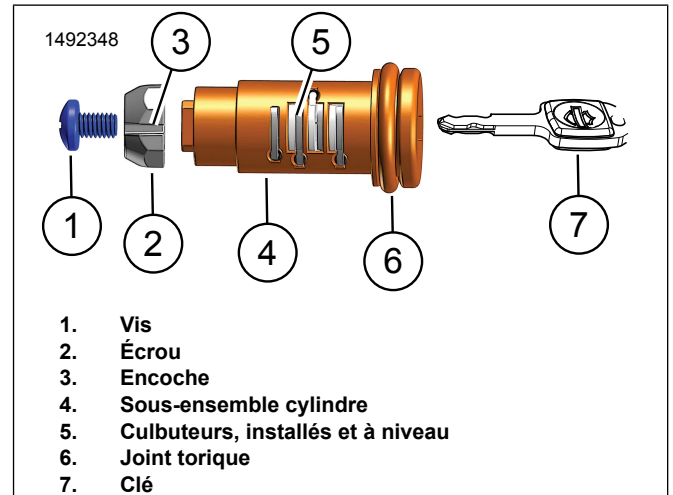

Figure 5. Ensemble verrou assemblé
- Figure 5 Installer la vis (1) et l'écrou (2) sur le sous-ensemble cylindre (4).
- L'encoche (3) sur l'écrou (2) doit coïncider avec le côté (A) du cylindre.
- Figure 5 Retirer le joint torique (6) de l'ensemble cylindre (4).
- Figure 5 En maintenant les culbuteurs en place, installer la clé dans le sous-ensemble cylindre assemblé.
1. Voir la figure 5. En maintenant les culbuteurs en place, retirer la clé du sous-ensemble cylindre.